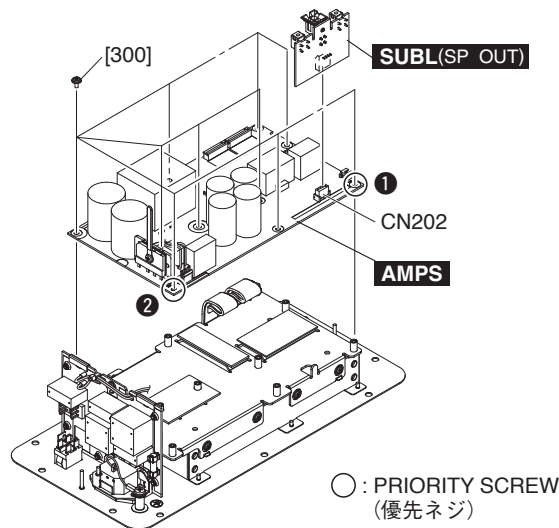

Fig. C-3 (図C-3)
C-3-2 Remove the SUBL (SP OUT) circuit board by pulling it from the connector CN202 of the AMPS circuit board. (Fig. C-3)
C-4-3 Remove the ten (10) screws marked [300]. The AMPS circuit board can then be removed. (Fig. C-3)
- \* **When installing the AMPS circuit board, first tighten the two (2) priority screws in order as shown in Fig. C-3.**
C-3-2 SUBL (SP OUT)シートをAMPSシートのCN202のコネクターから引き抜いて外します。(図C-3)
C-4-3 [300]のネジ10本を外して、AMPSシートを外します。(図C-3)
- ※ AMPSシートを取り付け時には、優先ネジ2本を図に示す順番で先に締めてください。(図C-3)